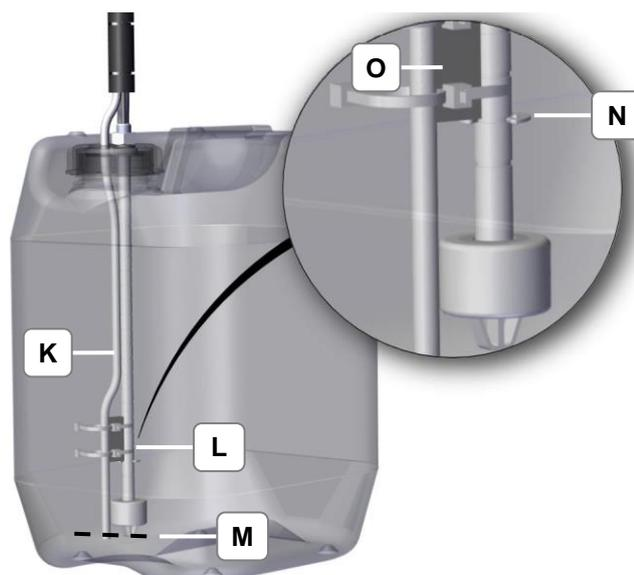

Bild 4.5.5: Schlauch und Kabel
<p>Betrieb mit Kanister</p> <ul style="list-style-type: none"> Eine einwandfreie Funktion des Betriebs mit Kanister ist gewährleistet, wenn der Schlauch (K) und das Kabel (L) auf gleiches Niveau (M) eingestellt sind (Bild 4.5.5).